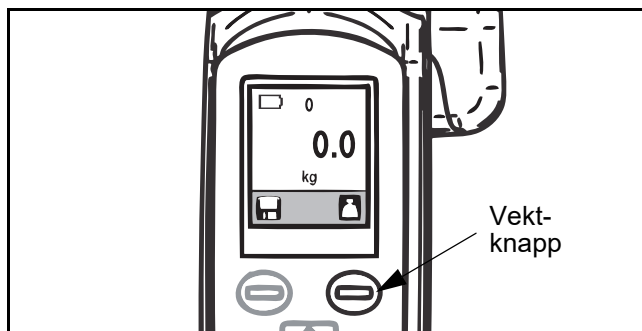

Fig. 66
1) Trykk på vektknappen til displayet viser null (se Fig. 66).